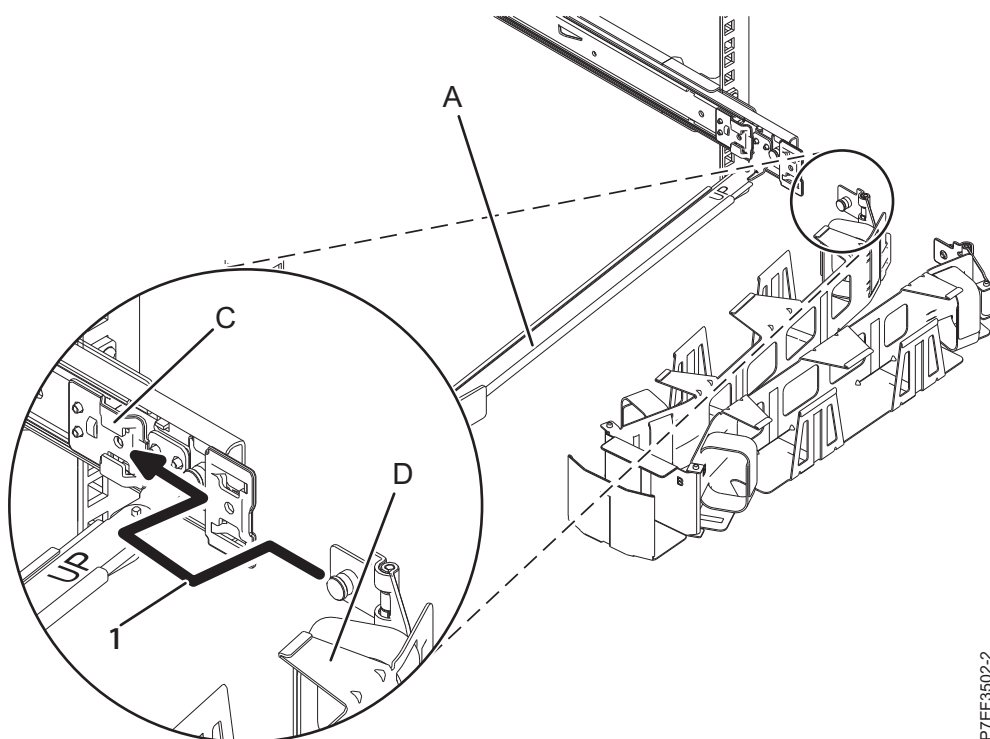
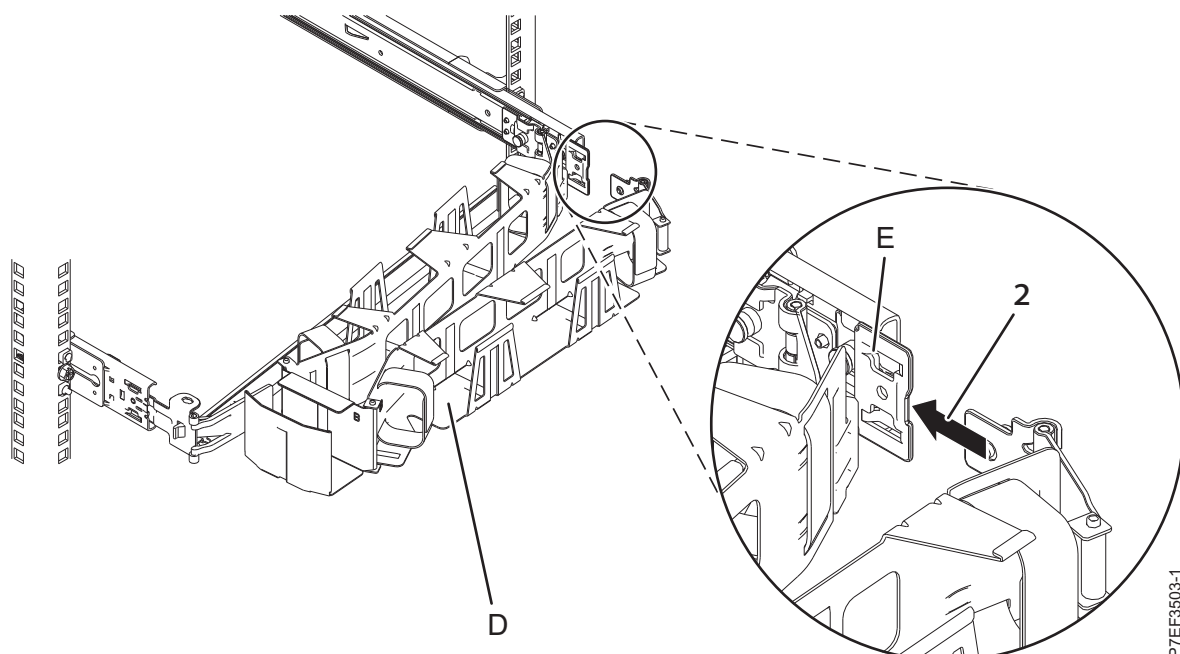

Figura 15. Deslizando a guia do suporte para organização de cabos no slot do suporte de montagem
Figura 16. Deslizando a outra guia do suporte para organização de cabos no suporte de extensão
7. Coloque o suporte para organização de cabos (D) no braço do suporte (A). Deslize a primeira guia do suporte para organização de cabos para o slot no suporte de montagem (C). Empurre a guia até que a trava com mola se encaixe no lugar. Arraste a outra guia do suporte para organização de cabos para o suporte de extensão (E) no lado externo do trilho deslizante da direita (2). Empurre a guia até que a trava com mola se encaixe. Para obter detalhes, consulte Figura 15 e Figura 16 na página 11.